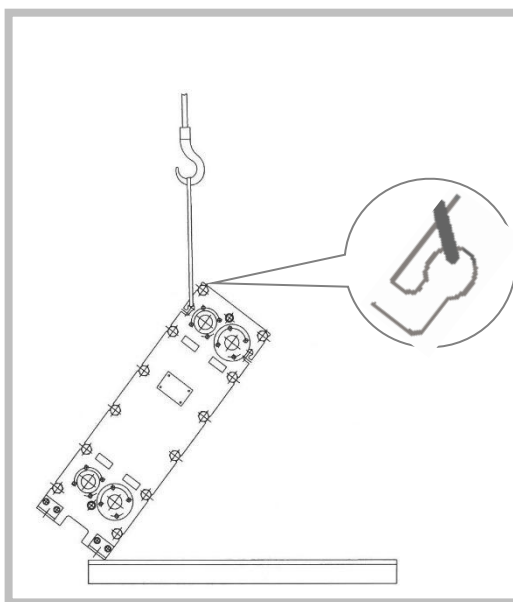

Figura 23
3. Levante lentamente o PCP da paleta, acima do centro de gravidade (figura 23). Certifique-se de que o meio de fixação está fixado e de que o mesmo se encontra seguro nos olhais de suspensão.